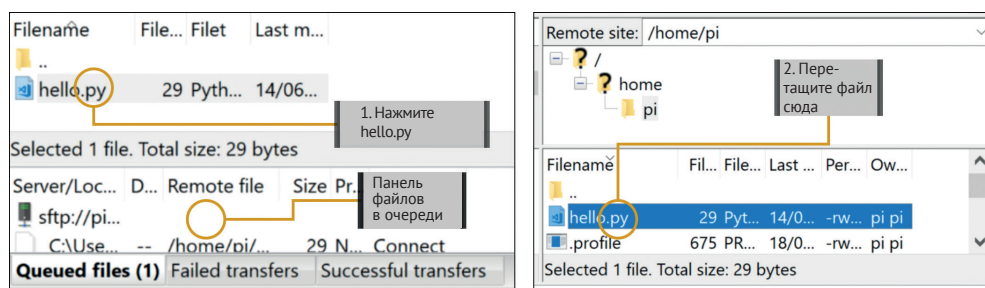

Рис. 5.3. Перемещение файла
10. Чтобы переместить файл на Raspberry Pi, нажмите на hello.py (в левом верхнем углу на рис. 5.3) и перетащите его в правую панель.
11. Как показано на рис. 5.3, при перетаскивании файла он должен появиться в разделе **Queued files** (Файлы в очереди). Поскольку этот файл небольшой, он появится в этом поле лишь на мгновение. По такому принципу можно перемещать целые папки. Вскоре файл появится на панели **Remote site** (рис. 5.3).